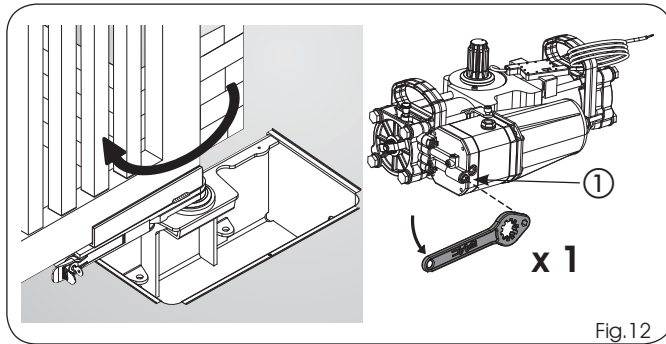

Fig.12
- 2) En consultant les instructions du chapitre 7.1, intervenir sur le déblocage hydraulique de l'opérateur en tournant le levier (Fig.1 réf.⑥) ou en intervenant avec la clé spécifique (Fig.1 réf.⑱) sur la vis de déblocage (Fig.12 réf.①).